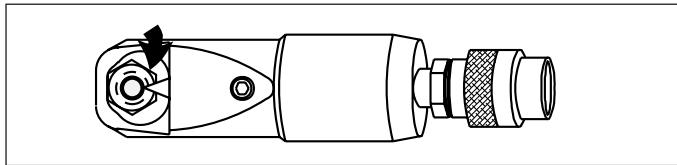

Figure 2
- REMARQUE :** La partie plate du coupeur doit reposer à égalité contre l'un des bords plats de l'écrou et la tête doit reposer sur une surface plate. Consultez la figure 2 pour les positionnements corrects et incorrects.
REMARQUE : Pour éviter tout dommage au filetage du boulon, éteignez la pompe dès que l'écrou est sectionné. Consultez la figure 2 pour le bon point de butée de la lame du coupeur.